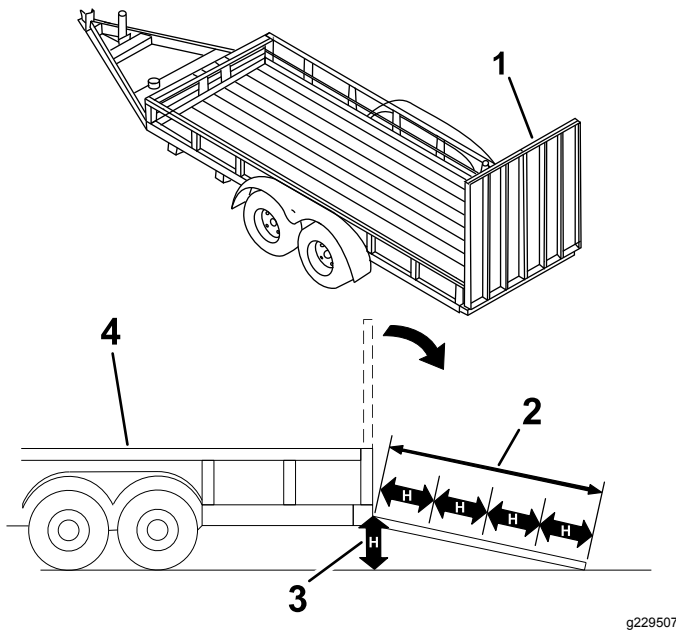

図 27
マシンをトレーラなどに搭載する作業は、機体を転倒させる危険をはらんでおり、万一そのような事故が起こると死亡事故など重大な人身事故となる図 27。
- ランプ板を下ろす図 27。